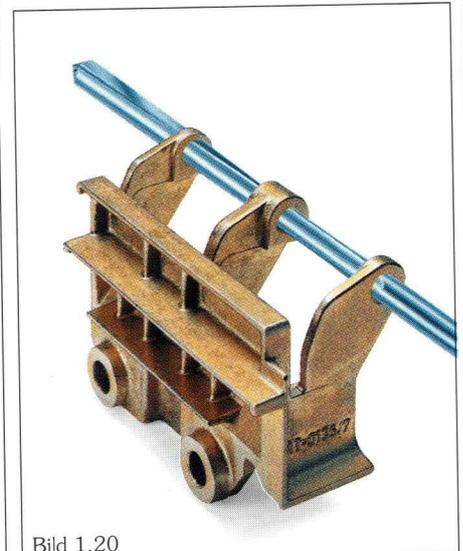

Bild 1.20
- Keine Probleme bei unterbrochenem Schnitt auch in tiefen Bohrungen (Bild 1.20).